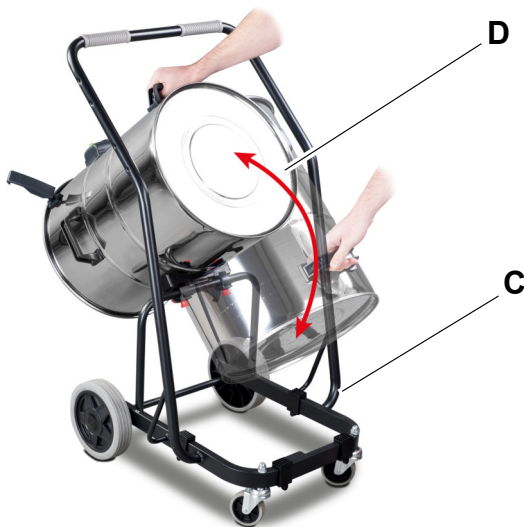

Abb. 10: Funktionen
1. Massives Stahlfahrwerk mit Fahrgriff (Pos. C, Abb. 10) gewährleistet den sicheren Transport des Saugers auch bei unebenem Untergrund. Selbst bei vollem Behälter und entsprechend hohem Gewicht, lässt sich der Sauger durch das stabile Fahrwerk sicher manövrieren.
2. Praktische Kippvorrichtung (Pos. D, Abb. 10) erleichtert das Entleeren des vollen Behälters. Fahren Sie einfach mit dem Fahrwerk über die Entsorgungsstelle und kippen Sie den vollen Behälter, mit einem zusätzlichen Griff an der Unterseite, nach hinten.